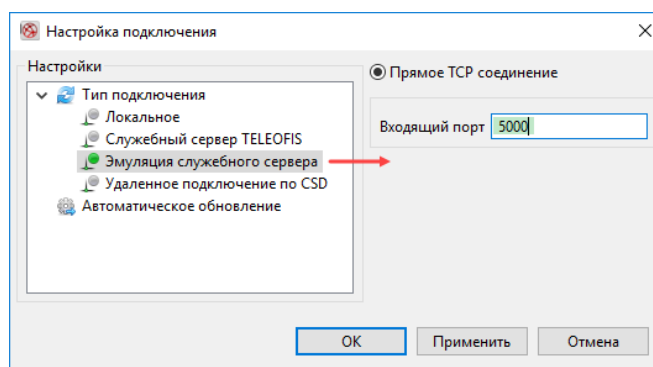

Рис. 34. Эмуляция служебного сервера.
4. В меню **Настройки подключения** (“шестерёнки”) в левой части окна выберите тип подключения **Эмуляция служебного сервера** и задайте для него номер входящего порта локального компьютера, к которому терминал будет подключаться для удалённой настройки (*в нашем примере — порт 5000*) (Рис. 34).